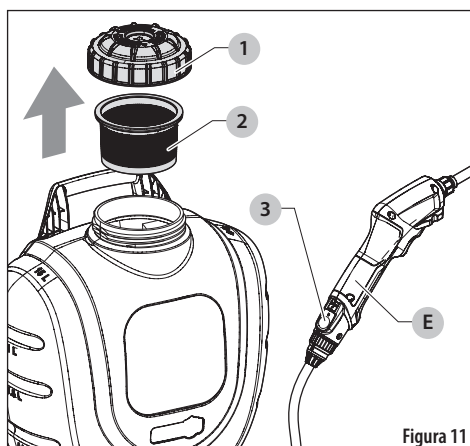

Figura 11
1. Asegúrese de que el pulverizador de varilla eléctrica (E) esté apagado (OFF) y retírela. Vea la Figura 11.
2. Retire la tapa (1) y la cesta del filtro (2) y vierta cualquier producto químico que quede en el tanque en un recipiente adecuado para su uso posterior o deséchelo de acuerdo con las instrucciones del fabricante del producto químico.
5. Vuelva a instalar la manguera y el pulverizador de varilla eléctrica (E) y presione el botón de encendido (3) para encender el pulverizador.
11. Una vez que el pulverizador se haya secado, ponga el pulverizador en posición vertical y vuelva a colocar la tapa (1) y la cesta del filtro (2) para evitar que entre suciedad en el tanque.